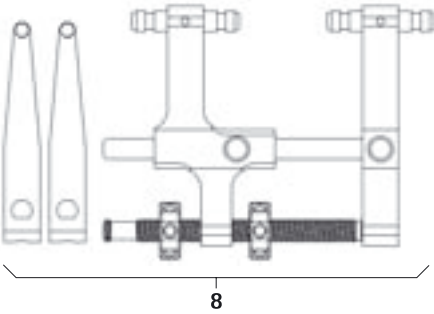

Fig. 14
- Montar el distractor 8 y las hojas distractoras, ver Fig. 14.